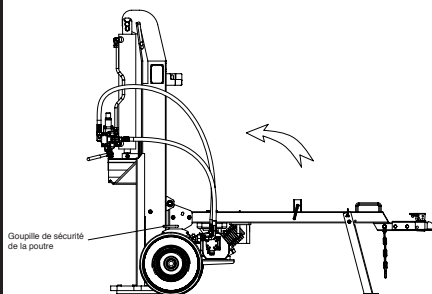

Figure 13
3. Tirez la goupille de verrouillage arrière de la poutre et tournez à la position de 9 h pour fixer la poutre. (See fig. 13)